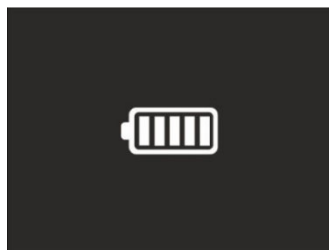

Abb. 53: Angabe der kompletten Wiederaufladung der Batterie
2. Mit festem Symbol "" auf dem Display ist die Wiederaufladung der Batterie beendet (siehe Abb. 53)